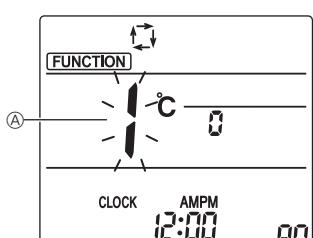

Fig. 6-6
1. Pulse el botón Ⓛ ① para detener el acondicionador de aire.
2. Pulse el botón Ⓛ MENU ②.
- Se mostrará la pantalla de configuración de funciones y parpadeará el n.º de función Ⓒ. (Fig. 6-6)